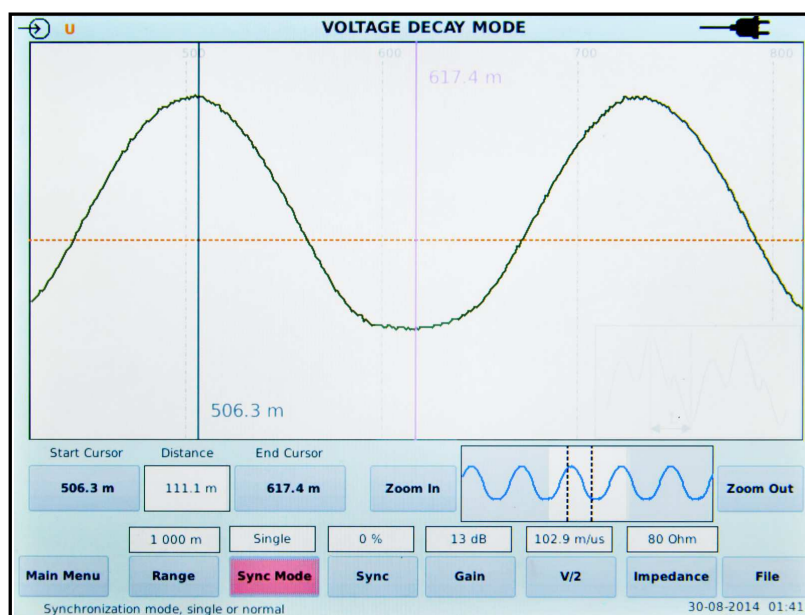

Рисунок 34 – Использование масштабирования, режим «DECAY»
2.4.1.14 Для получения более высокой точности измерения при установке курсоров используйте режим масштабирования (кнопки **Zoom In** и **Zoom Out**) (см. рисунок 34).